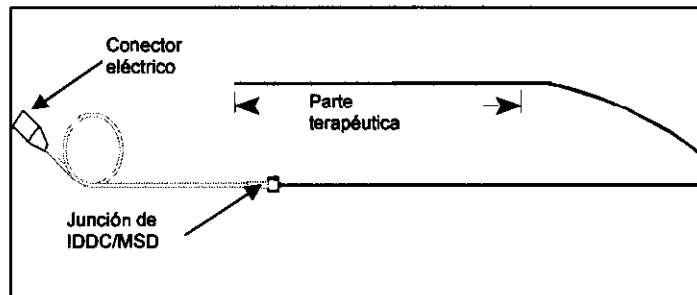

Figura 3: El Catéter MicroSonic (MSD).
El MSD (Figura 3) incorpora hasta treinta (30) transductores piezoeléctricos situados en la zona terapéutica del catéter. Estos emiten la energía en forma radial con respecto al axis del catéter.